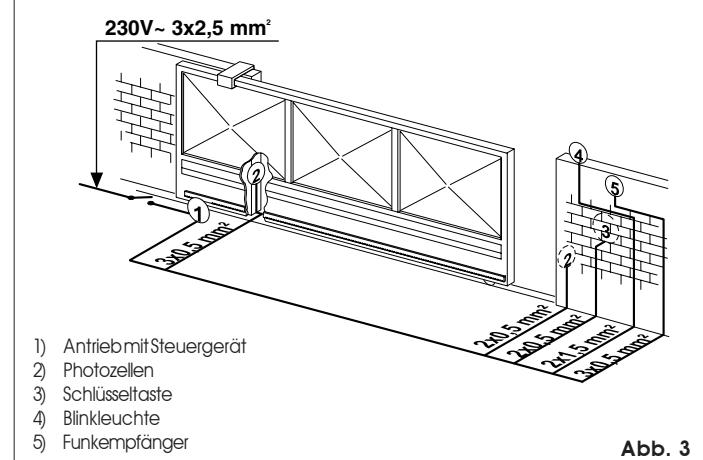

Abb. 3
- Die Stromkabel für den Anschluß an das Zubehör und an die Stromversorgung gemäß Abb. 3 vorbereiten.
Die Punkte 10, 11, 12, 13 und 14 der ALLGEMEINEN SICHERHEITSVORSCHRIFTEN sind zu beachten. Unter Bezugnahme der Anweisungen in Abb. 3 sind die Kabel in den Führungskanälen zu verlegen und die Stromanschlüsse an die gewünschten Zubehörgeräte auszuführen. Die Versorgungskabel sollten stets getrennt von den Steuerungs- und Sicherheitskabeln (Taste, Empfänger, Photozellen, usw.) verlegt werden. Um jegliche elektrische Störung zu vermeiden, sollten getrennte Kabelmantel verwendet werden.